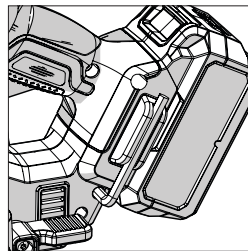

Fig. 1
- Localizzare la chiave esagonale per il cambio lama conservata nell'apposito alloggiamento. **(Fig. 1)**